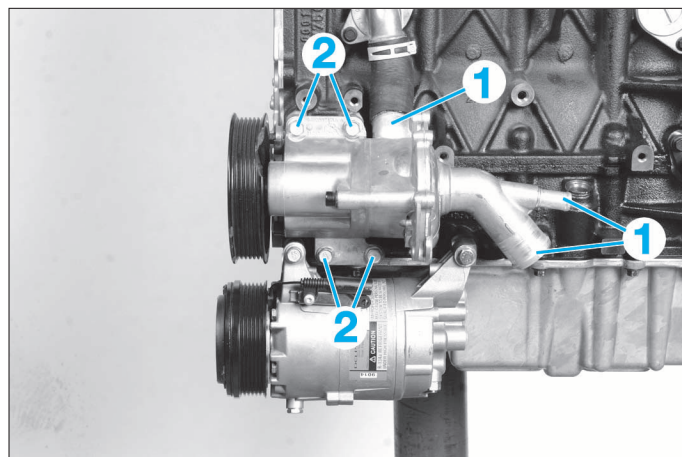

FIG. 33
- Désaccoupler les durits des orifices (1) (Fig.33).
- Déposer les fixations (2) puis la pompe à eau.